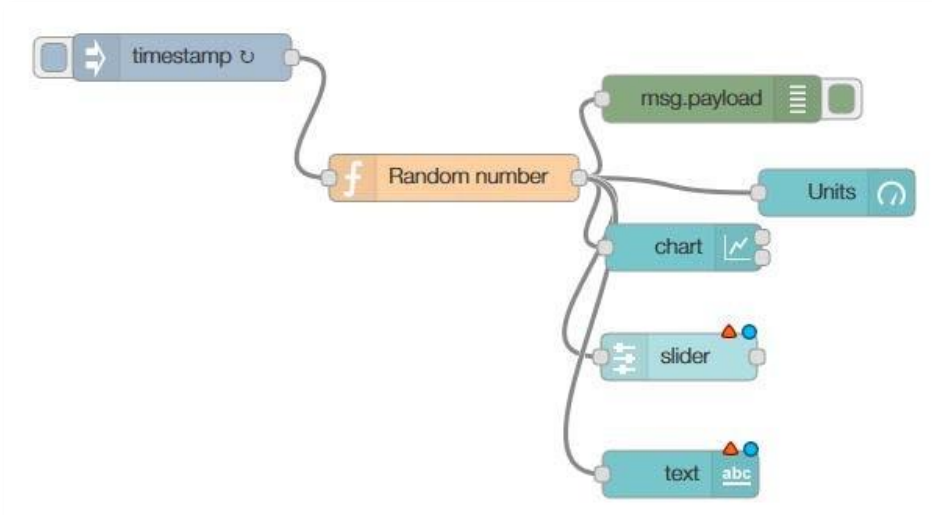

Abb. 11 - die hinzugefügten node sind jetzt mit dem Zufallszahl-node verbunden.
- Verbinden Sie den **Random number** node mit den beiden neuen node (Fig. 11).